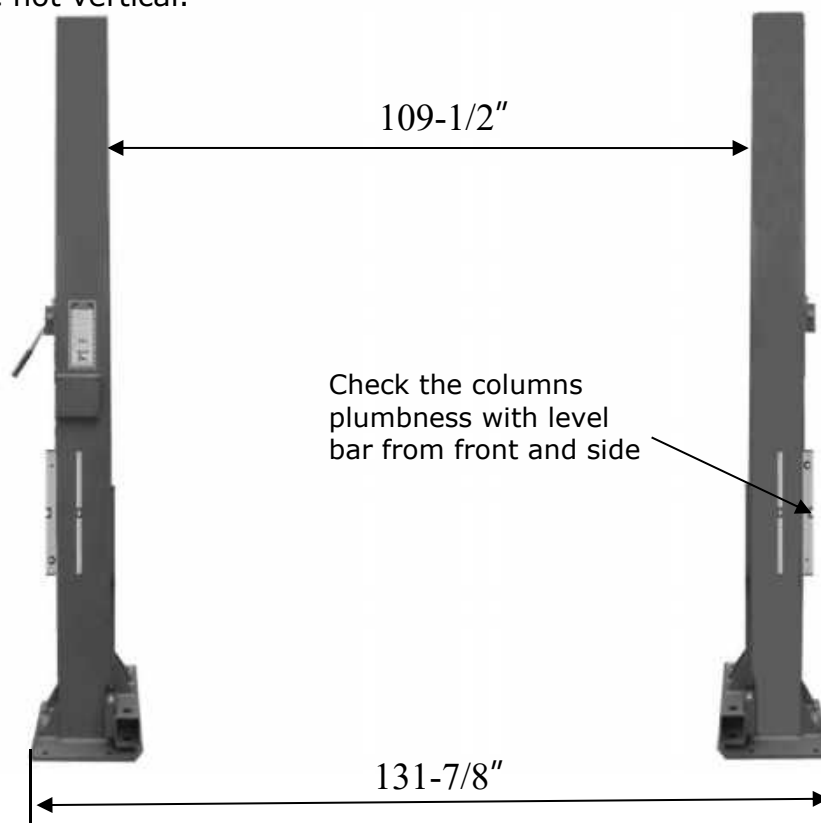

Fig. 13
E. Position columns (See Fig. 13)